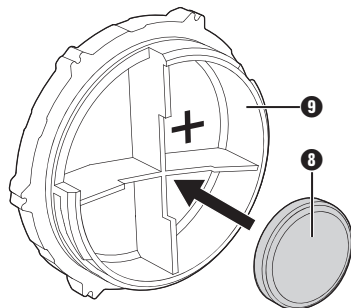

Fig. 1
- ◆ Inserire una pila da 3,0 V di tipo CR 2032 **8** nel coperchio del vano pile **9**. Rispettare la corretta polarità (vedere fig. 1).